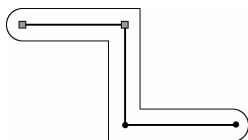
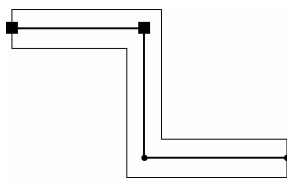

图 2-37 圆弧顶端加盖的等距实体
图 2-38 直线顶端加盖的等距实体
(6) 【顶端加盖】复选框 只有在【双向】复选框激活且等距草图元素轮廓不闭合的情况下才会激活，【顶端加盖】可以将等距元素形成一个封闭的轮廓，可以选择【圆弧】或【直线】形式来封闭轮廓，如图 2-37 和图 2-38 所示。